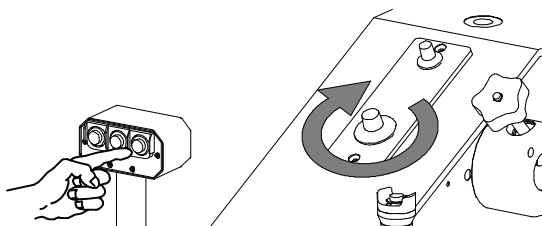

Fig. 14
e) il pulsante N.3 (Fig. 14), a destra sulla pulsantiera, viene usato nel caso di fustellatura di materiali che presentano particolari difficoltà di taglio con l'impiego di utensili aventi uno sviluppo lineare grande. Inoltre è possibile incrementare in modo graduale il ritardo del fine corsa taglio di questo pulsante per mezzo del potenziometro indicato in Fig. 14 fino a raggiungere la massima forza della macchina.